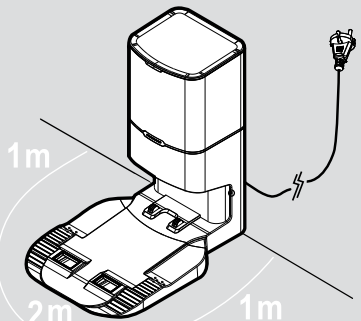

Fig. 2
1. Branchez la base de collecte de poussière. **[Fig. 2]**
4. Il ne doit y avoir aucun objet dans la zone entourant la base de collecte de poussière sur 2 mètres à l'avant et 1 mètre de chaque côté. **[Fig. 2]**